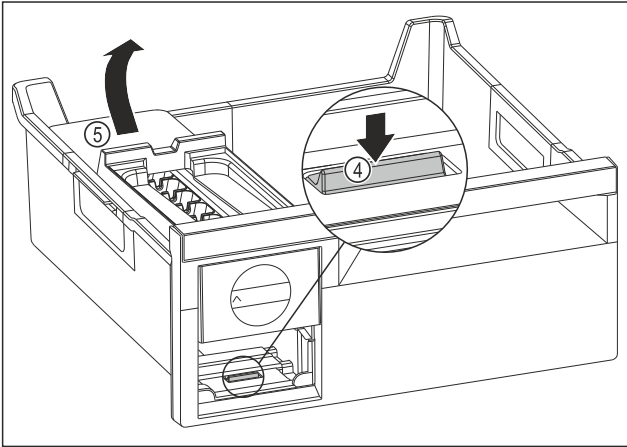

Fig. 183
- ▶ Scoaterea corpului EasyTwist-Ice: Apăsați eclisa Fig. 183 (4) cu degetele în jos și concomitent cu cealaltă mână ridicați corpul EasyTwist-Ice Fig. 183 (5) din spate.